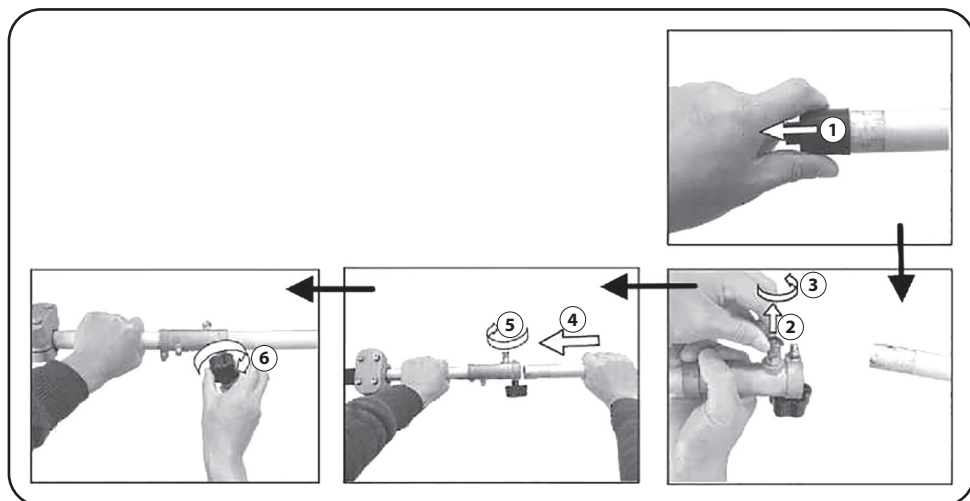

Рисунок 3
3.3 Монтаж штанги (дивіться рисунок 3)